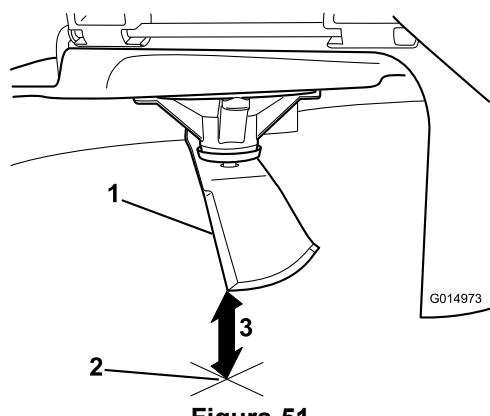

Figura 51
- Meça da ponta da lâmina até à superfície plana (Figura 51).